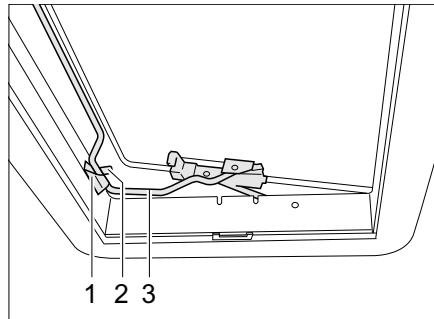

Bild 52 Heki-Dachhaube in Lüftungsstellung 2
- Bügel (Bild 52,3) in die Halterung (Bild 52,1) einlegen.
- Hebel (Bild 52,2) über den Bügel legen.